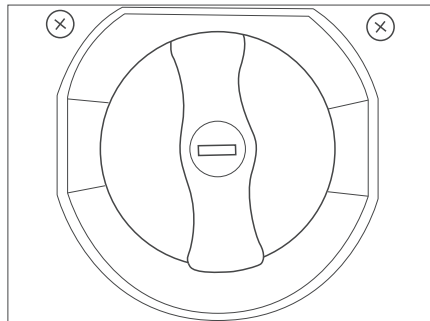

Bild 51 Einfüllöffnung Frischwassertank (Abb. ähnlich)
- Den Frischwassertank mit geeignetem Einfüllschlauch oder Kanister über die Einfüllöffnung befüllen (Bild 51).